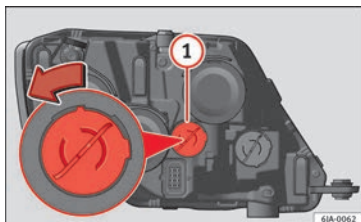

Fig. 94 Remplacement de l'ampoule des feux de jour.
- Tournez le support d'ampoule » fig. 94 ① dans le sens contraire des aiguilles d'une montre et retirez-le.